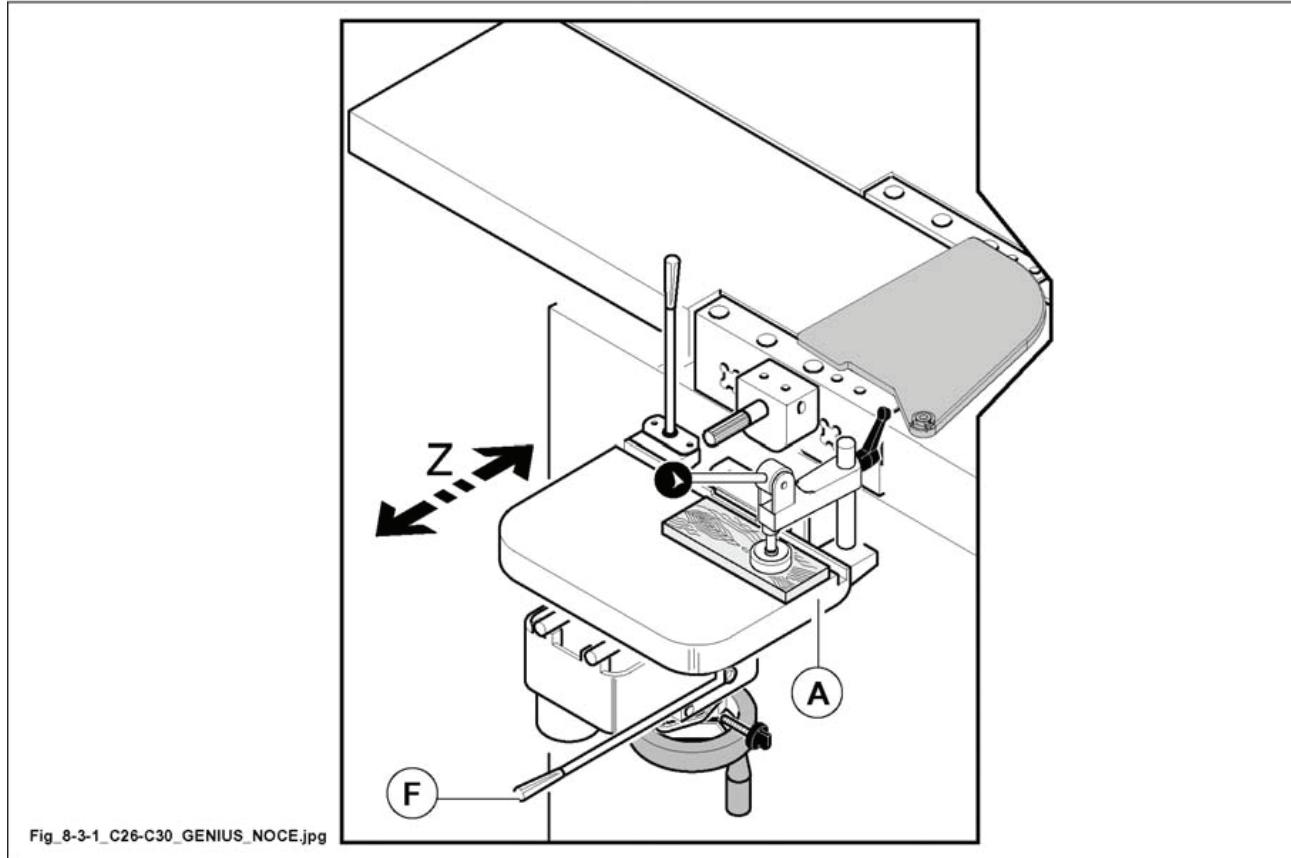

Рис. 8.3-1
Для выполнения несквозных отверстий необходимо настроить ход столика А (рис. 8.3-1) по глубине (ось Z):
- Проверить ход в переднем направлении при помощи рычага F (рис. 8.3-1). Отрегулировать упор по глубине, используя барашковый винт, расположенный под столом А (рис. 8.3-1).